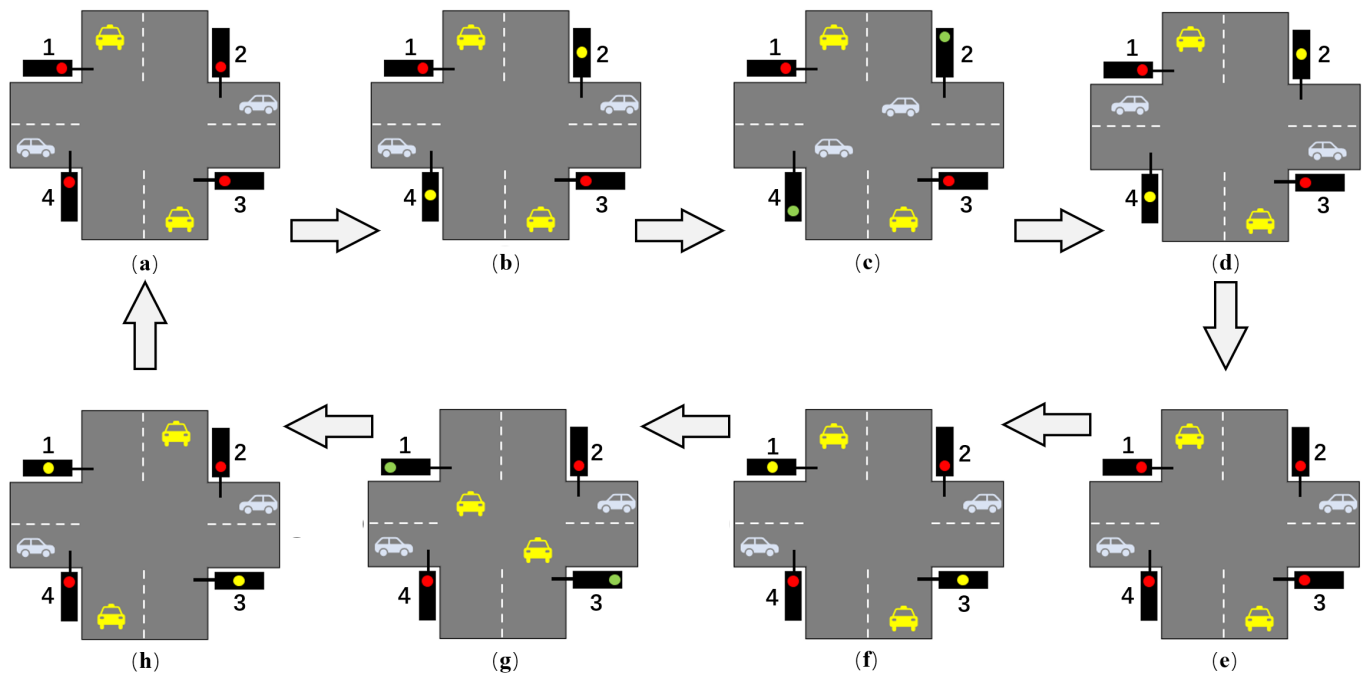

Abbildung 4: Alle Zustände und Zustandsübergänge bei der Ampelsteuerung.
Es soll eine Steuerung für eine Kreuzung mit vier Ampeln entworfen werden (siehe Abbildung 4). Ampel 1 und Ampel 3 sind synchronisiert, um den Verkehrsfluss in Nord- und Südrichtung zu steuern, während Ampel 2 und Ampel 4 synchronisiert sind, um den Verkehrsfluss in Ost- und Westrichtung zu steuern. Wenn die Ampel rot ist, muss das Fahrzeug anhalten. Wenn die Ampel grün ist, dürfen Fahrzeuge durchfahren. Gelb ist der Übergangszustand zwischen Rot und Grün. Abbildung 4 zeigt den Ablauf und alle Zustände dieser Ampeln.
- Am Anfang werden alle Ampeln auf Rot initialisiert und alle Autos müssen anhalten (siehe Abbildung 4(a)).
- Nach 10 Sekunden schalten die Ampeln 2 und 4 für 5 Sekunden auf Gelb um, wobei alle Autos noch stehen bleiben und warten müssen (siehe Abbildung 4(b)).
- Danach schalten die Ampeln 2 und 4 für 30 Sekunden auf Grün um, damit alle Autos auf der Ost- und Westrichtung durchfahren können (siehe Abbildung 4(c)).
- Dann schalten die Ampeln 2 und 4 wieder für 5 Sekunden auf Gelb um. Alle Fahrzeuge müssen stehen bleiben (siehe Abbildung 4(d)).
- Danach schalten die Ampeln 2 und 4 wieder für 10 Sekunden auf Rot und alle Autos müssen stoppen (siehe Abbildung 4(e)).
- Dann schalten die Ampeln 1 und 3 für 5 Sekunden auf Gelb um, und alle Autos müssen anhalten (siehe Abbildung 4(f)).
- Danach schalten die Ampel 1 und Ampel 3 für 30 Sekunden auf Grün um, und alle Autos auf der Nord- und Südrichtung können während dieser 30 Sekunden ungehindert durchfahren (siehe Abbildung 4(g)).
- Dann schalten die Ampeln 1 und Ampel 3 wieder für 5 Sekunden auf Gelb um und alle Fahrzeuge müssen stehen bleiben (siehe Abbildung 4(h)).
- Schließlich schalten die Ampel 1 und 3 wieder auf Rot, und alle Ampeln sind wieder im Originalzustand (siehe Abbildung 4(a)). Dieser bleibt ebenfalls für 10 Sekunden erhalten.